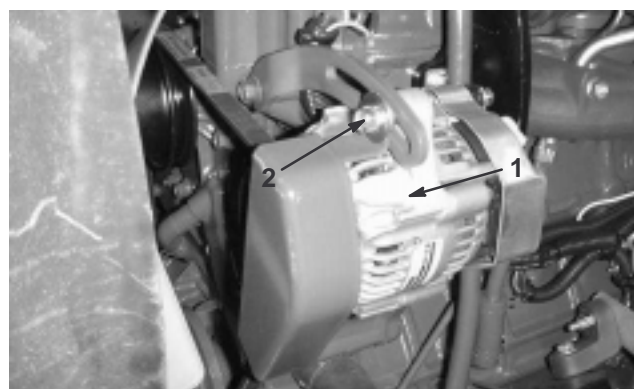

Figure 39
Vérifiez l'état et la tension de la courroie (Fig. 39) toutes les 100 heures de fonctionnement.
2. Si ce n'est pas le cas, desserrez les boulons de montage de l'alternateur (Fig. 39). Augmentez ou diminuez la tension de la courroie et resserrez les boulons. Contrôlez de nouveau la flèche de la courroie pour vérifier si la tension est correcte.